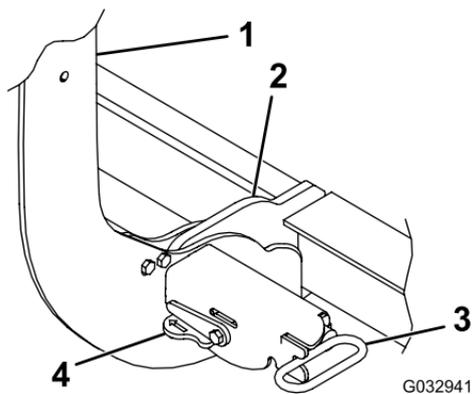

Figure 7
3. Tournez les leviers sur les accouplements à la position de VERROUILLAGE (Figure 7).
6. Vérifiez que les deux goupilles à ressort sont complètement engagées dans l'accouplement (Figure 7).